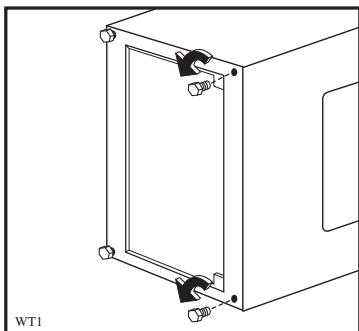
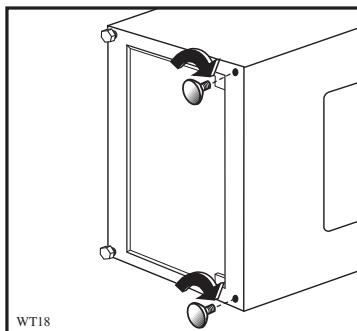

Fig 1
Fig 1a
- Fjern de forreste fødder (fig. 1) og udskift dem med gummidfødderne (fig. 1a).